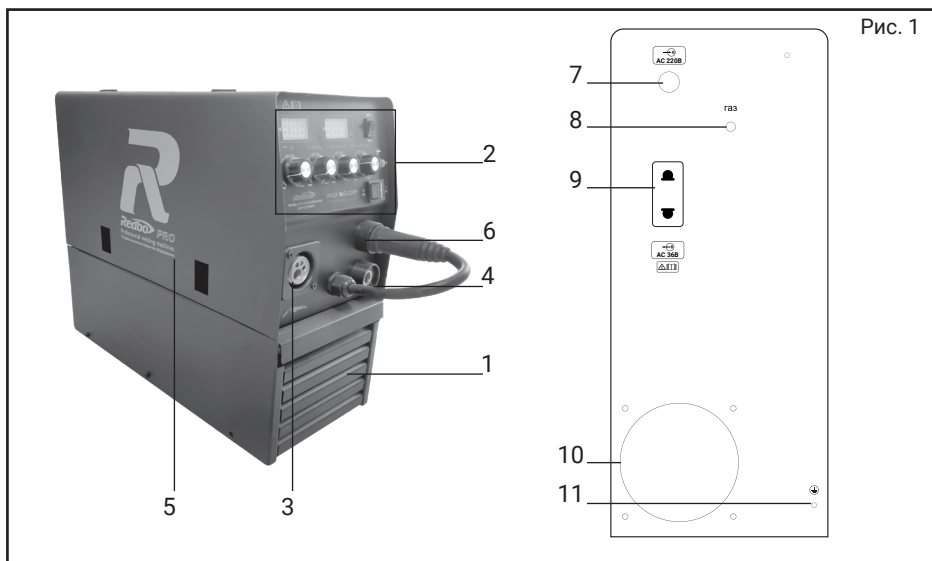
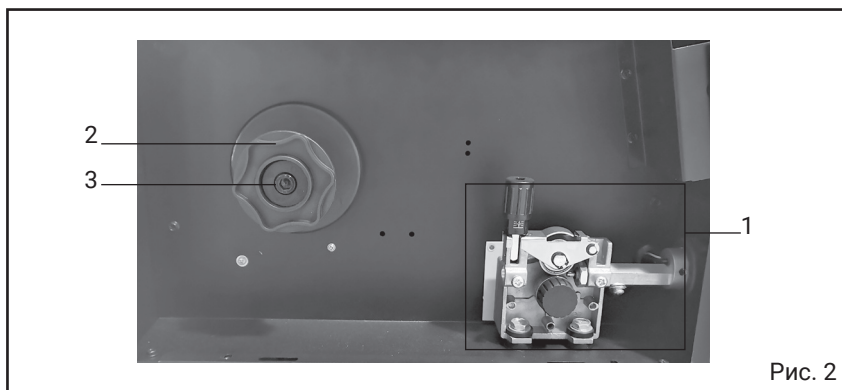
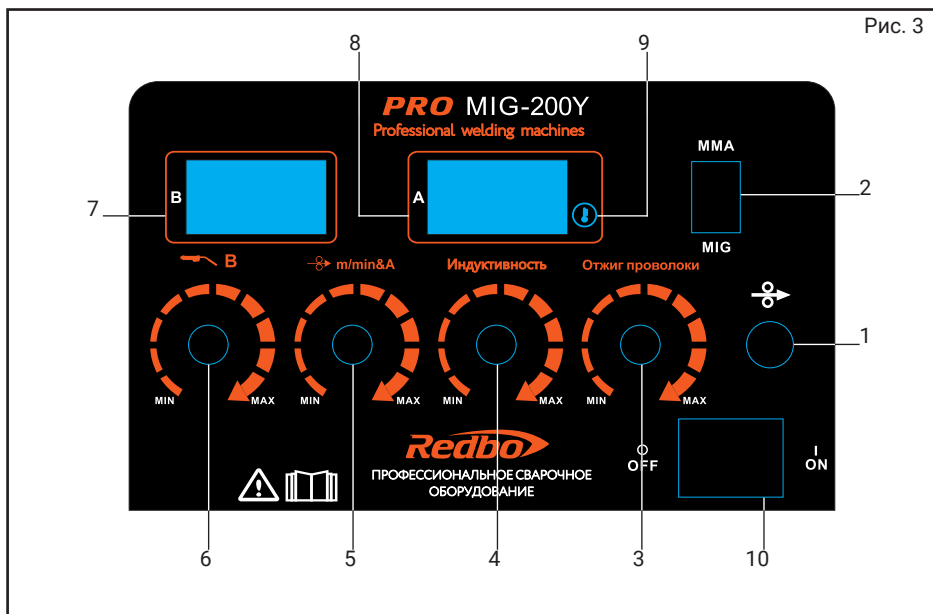

Рис. 1
Рис. 2
Рис. 3
4.1 Основные функции и внешний вид представлен на рис. 1.
1. вентиляционные отверстия, 2. панель управления (более подробное описание на стр. 8, рис. 3) , 3. разъем подключения сварочной горелки, 4. разъем «-» подключения силового кабеля с зажимом, 5. внешняя крышка механизма подачи проволоки, 6. разъем «+» подключения силового кабеля с электрододержателем, 7. шнур питания, 8. штуцер подключения газа, 9. выходная розетка (36В) для подключения редуктора с подогревом, 10. вентилятор системы охлаждения , 11. клемма заземления.
ционными отверстиями на боковых и передней (рис. 1 поз. 1) стенках и снабжен вентилятором охлаждения (рис. 1, поз. 10) для отведения излишнего тепла. В передней части находятся разъемы для подключения силовых проводов ММА (рис.1, поз. 4, 6), а также разъем для подключения сварочной горелки MIG/MAG/NoGas (рис. 1, поз. 3), панель управления сварочным инвертором (рис.1 поз. 2)(более подробно представлена на стр. 8, рис. 3). На боковой панели расположен механизм подачи сварочной проволоки (рис. 2, поз. 1), шкив (рис. 2, поз. 2) и фиксатор шкива (рис. 2, поз. 3), скрытый под внешней крышкой (рис. 1, поз. 5) отсека подающего механизма.
Для начала работы выберите необходимый режим сварки нажав на кнопку (рис. 2, поз. 2):
- силовой провод с электродержателем должен подключаться к разъему «+» (рис.1 поз. 6), за исключением случаев использования кислотных электродов (перед подключением необходимо ознакомиться с информацией на упаковке с электродами);
- силовой провод с зажимом подключается к разъему «-» (рис.1 поз. 4), а зажимом крепиться как можно ближе к месту сварки.
- сварочная горелка MIG/MAG/NoGas подключается к евро-разъему (рис. 1, поз. 3) на передней панели, в данном случае полярность определяется подключением силового кабеля с зажимом к клеммам «+» или «-».
7.1 При сварке ММА электрод необходимо зажимать в электрододержателе силового кабеля поставляемого в комплекте с инвертором, подключите данный кабель к быстрозажимному разъему «+» или «-» (рис. 1 поз. 4, 6) в зависимости от типа электродов.
7.1.3 После подключения сварочного инвертора к сети, для включения необходимо перевести выключатель (рис. 3 поз. 10) в положение «вкл.», после чего на дисплеях (рис. 3, поз. 7, 8) появятся установленные значения.
7.1.4 Выбор режима ММА устанавливается нажатием на кнопку выбора режима сварки (рис. 3 поз. 2), при этом загорится соответствующее значение на информационных дисплеях (рис. 3, поз. 8, 7).
Необходимое значение сварочного тока можно установить в пределах диапазона ММА: 10-180А с помощью регулировки (рис. 3 поз. 5). Показания величины сварочного тока отображаются на информативном дисплее (рис. 3 поз. 8).
7.2.2 Подсоедините источник газа к разъему (рис. 1, поз. 8) на задней панели инвертора (в том случае если используете проволоку без флюса) и проверьте надежность соединений.
7.2.3 Установите катушку с сварочной проволокой на шкиф (рис. 2, поз. 2), так чтобы при подаче проволоки катушка вращалась против часовой стрелки, для этого необходимо открутить фиксатор шкива (рис. 2, поз. 3) установить катушку и зафиксировать ее в обратной последовательности, после чего пропустите сварочную проволоку в механизм подачи (рис. 2, поз. 1):
- подключите инвертор к сети и включите его выключателем (рис. 3, поз. 10), снимите у сварочной горелки сопло и открутите сварочный наконечник, после чего нажмите и удерживайте курок горелки до того момента пока проволока не выйдет из держателя наконечника на 10-15мм.
7.2.4 Установите необходимую величину сварочного тока исходя из параметров используемой проволоки и свариваемого материала регулировкой (рис. 3, поз. 5)
- перевести выключатель (рис.3 поз.10) в положение «OFF» - выключено.